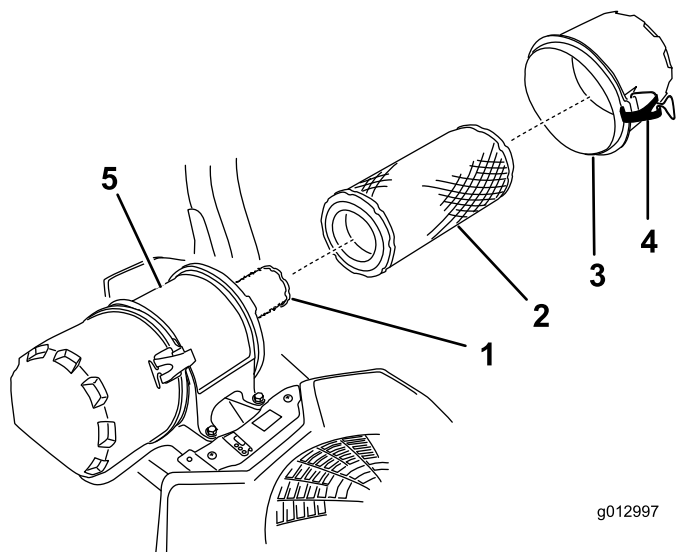

Figura 44
6. Abra los cierres del limpiador de aire y tire de la tapa de la entrada de aire para separarla del cuerpo del limpiador de aire (Figura 44).
8. Extraiga con cuidado el filtro primario de la carcasa del limpiador de aire (Figura 44).
- Si va a cambiar el filtro de seguridad, deslícelo cuidadosamente en el cuerpo del filtro (Figura 44).
- Deslice cuidadosamente el filtro primario por encima del filtro de seguridad (Figura 44).
- Instale la tapa del limpiador de aire y fije los cierres (Figura 44).